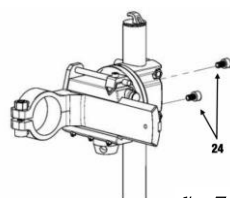

fig. 7
3. Réglez la tête en desserrant les vis (n° 24) entre la colonne et la tête. Une fois à la position voulue, serrez de nouveau (fig. 7).